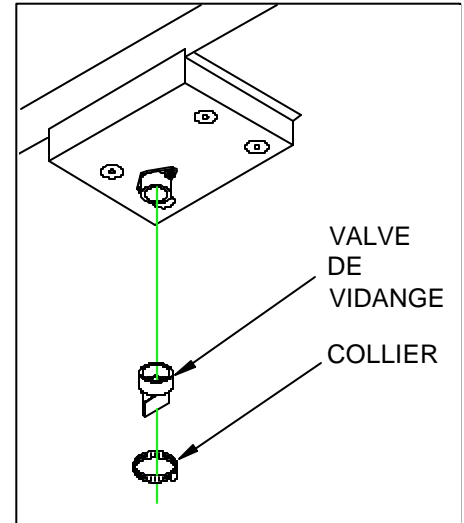

FIGURE 5-5: VALVE DE VIDANGE
- b. Poser les quatre (4) boulons et les serrer.
- c. Voir la **Figure 5-5**. Retirer le collier de la valve.